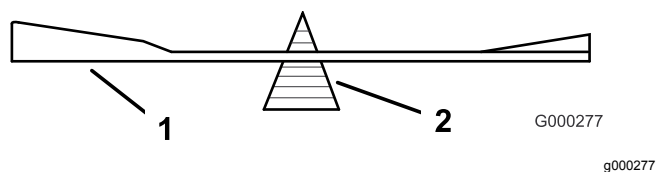

Figure 104
2. Vérifiez l'équilibre de la lame en la plaçant sur un équilibreur (Figure 104).